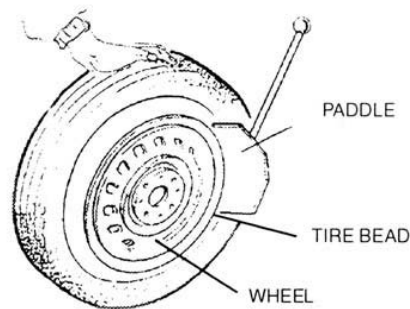

рис.5
1) **ВНИМАНИЕ:** Перед выполнением данного этапа полностью спустите воздух из шины, вывернув золотник, и уберите с колеса балансировочные грузы. 2) Полностью сведите кулачки на монтажном столе. 3) Отведите лопату отжима покрышки наружу вручную. Установите колесо напротив резинового буфера. Подведите лопату к покрышке на расстоянии 10 мм от края обода (см. рис. 5). 4) Нажмите педаль отжима до упора, для приведения в действие лопаты. Отпустите педаль, когда лопата переместится до конца своего хода или когда покрышка сместится во внутреннее углубление обода. 5) Немного поверните шину и повторите процедуру по всей окружности обода, пока покрышка не отойдет полностью от обода. 6) Повторите вышеописанное с другой стороны шины/колеса.